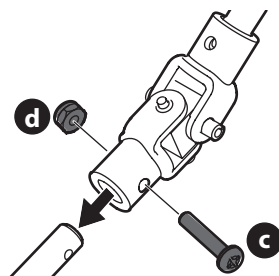

Figure 12
- Retirez le boulon (c) et l'écrou autobloquant (d) du joint universel (Figure 12).
- Placez le joint universel sur la tige de la goulotte (Figure 12).
- Fixez le joint universel avec l'écrou (b) et le boulon (a) retirés à l'étape 3 (Figure 12).